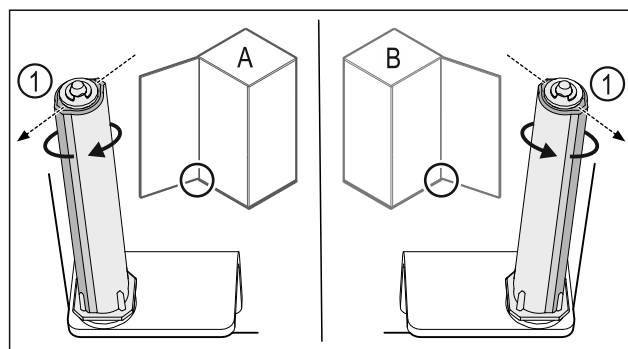

Fig. 49 Levo omejilo (A) / desno omejilo (B)
- Obrnite zaporni sistem proti upor, dokler ni mostiček zapornega sistema Fig. 49 (1) obrnjen navzven.